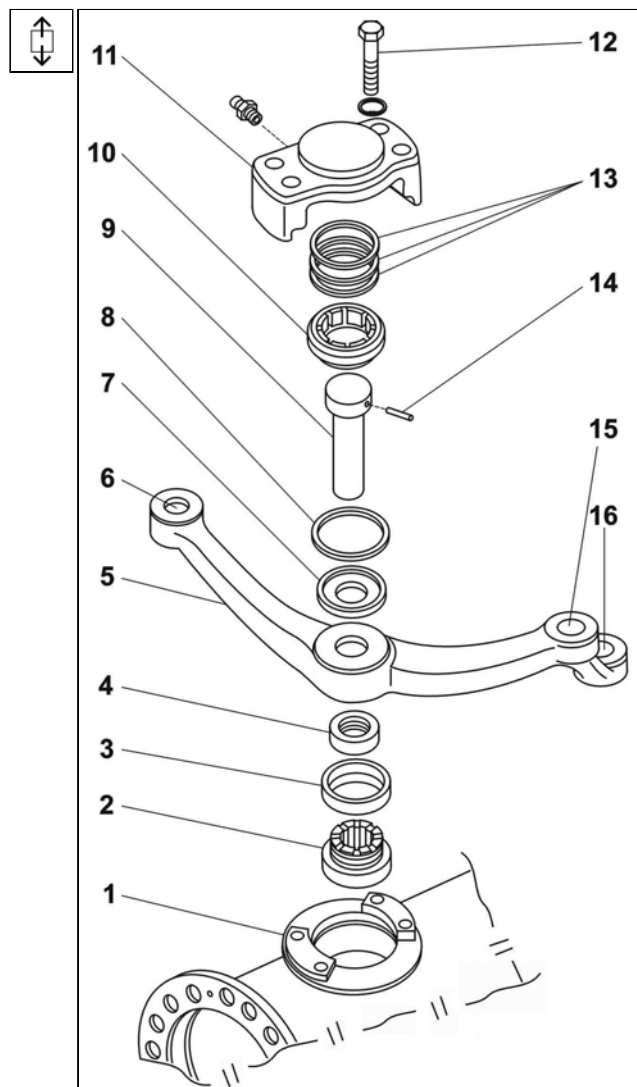

Рис. 10.43 Снятие двуплечьего рычага
5. Измерить расстояние **B**. Разницу данных величин установить при окончательной установке при помощи дистанционных шайб **13** (Смт. Рис. 10.43) Смт. Рис. **Установка двуплечьевого рычага**) так, чтобы общий зазор для подшипников, т.е. расстояние $B - A$, был с **0,1** по **0,15** мм.